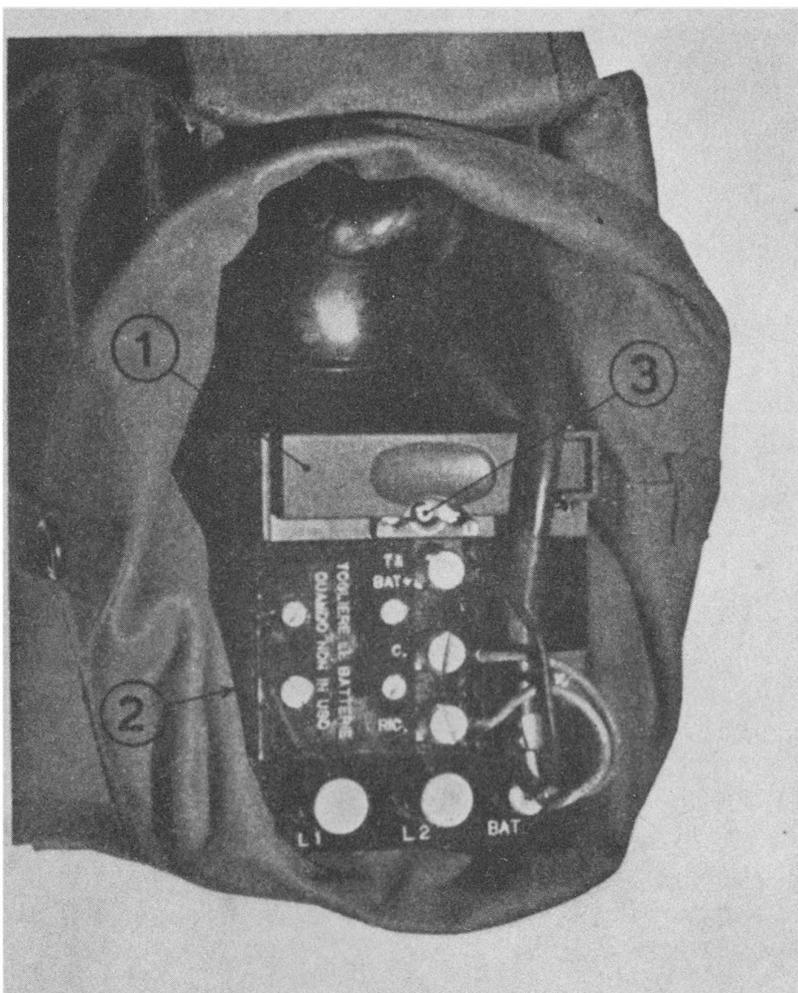

Fig. 4 - Telefono EE-8-B-I (Vista superiore coperchio aperto).
1) - *Blocco terminale*: Il blocco terminale (Fig. 4) forma la parte superiore del corpo. Su di esso sono montati: